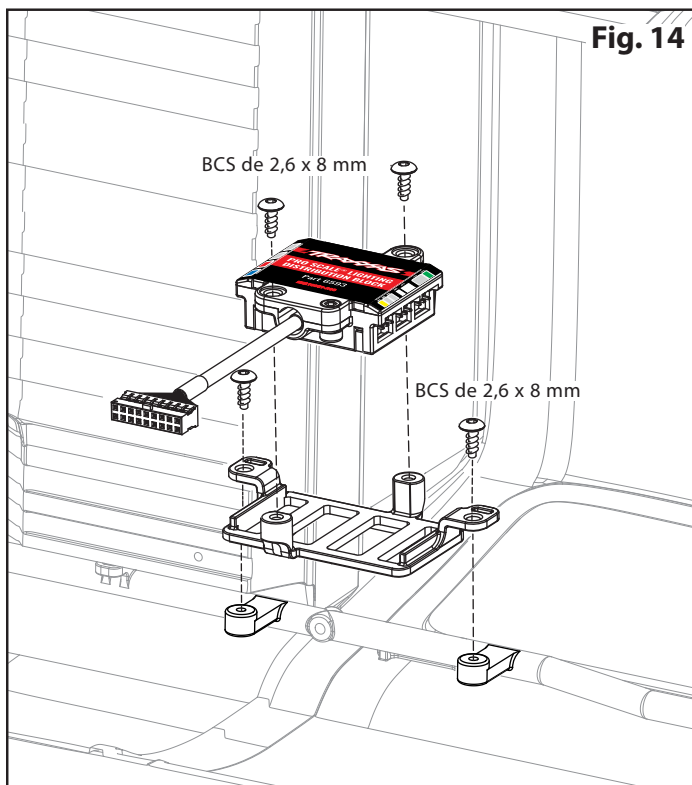

Fig. 14
3. Installez le support du répartiteur et fixez-le avec les vis à tête ronde de 2,6 x 8 mm fournies (2) comme indiqué à la Fig. 14.
4. Utilisez les vis à tête ronde 2,6 x 8 mm fournies pour fixer le répartiteur sur le support (Fig. 14).